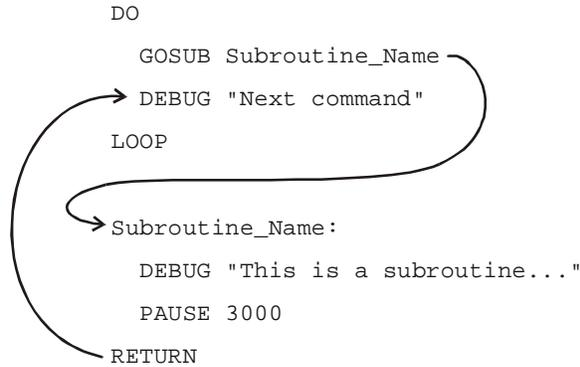

Figura 7-11
La Figura 7-11 mostra un esempio di subroutine e di come viene usata. Il comando `GOSUB Subroutine_Name` forza il programma a saltare all'etichetta `Subroutine_Name:`. Quando il programma arriva all'etichetta, prosegue eseguendo i comandi presenti fino a che giunge ad un'istruzione `RETURN`. Quindi, il programma torna indietro all'istruzione successiva al comando `GOSUB`. Nel caso dell'esempio di Figura 7-11, l'istruzione successiva è `DEBUG "Next command"`.
- √ Aggiungete a SimpleSubroutines.bs2 l'esempio di subroutine della Figura 7-11 a pagina 211.